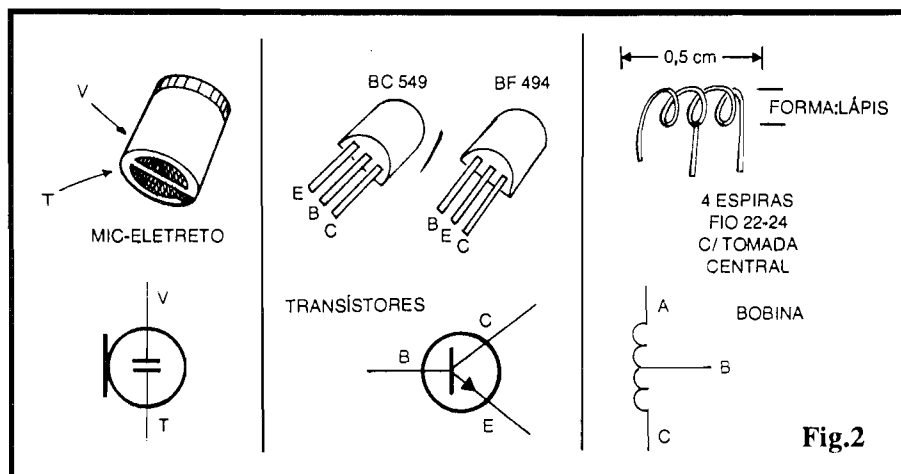

Fig.2
- **FIG. 2 - ALGUNS DOS COMPONENTES PRINCIPAIS, DETALHADOS...** - Os dois transistores utilizados (BC549 e BF494) são mostrados, em aparência, pinagem e símbolo, para que o Leitor/Hobbysta (principalmente o iniciante...) não se atrapalhe na hora de identificar os terminais, já que, embora idênticos no seu formato geral, os ditos componentes apresentam **ordem** diferente de "pernas", conforme se vê na figura... O microfone de eletreto também é visto com detalhes, claramente identificados seus terminando "vivo" (V) e de "terra" (T), representados por pequenas áreas estanhadas na base do componente... Finalmente, são vistos os detalhes construcionais da bobininha, que deve ser feita pelo Leitor/Hobbysta, enrolando sobre um lápis comum (que servirá de forma provisória, devendo ser removido depois...) 4 espiras de fio de cobre esmaltado 22 ou 24 (AWG), deixando-se nas extremidades cerca de 1 a 1,5 cm. de "sobra", para as conexões, e introduzindo-se uma tomada central na dita bobininha... Notar que as extremidades de ligação devem ter seu esmalte isolante devidamente raspado para que as ligações elétricas soldadas possam ser feitas e, além disso, na própria colocação da tomada central, exige-se uma pequena "decapagem" (remoção do esmalte, por raspagem...) no ponto,